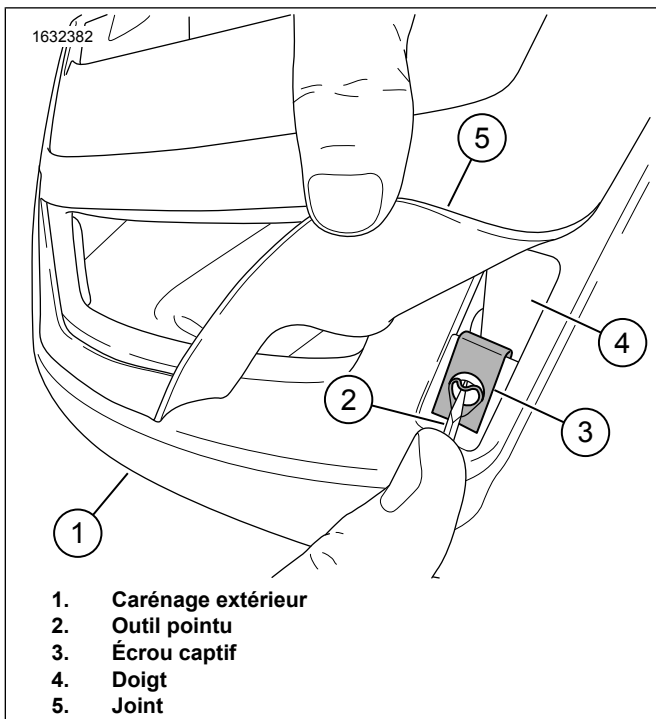

Figure 5. Retrait de l'écrou d'attache de carénage extérieur
- a. Voir la figure 5. Soulever le joint (5).
- b. Soulever à l'avant de l'écrou de l'attache (3) à l'aide d'une pointe (2).
- c. Utiliser le doigt (4) et tirer à l'arrière de l'écrou de l'attache (3).